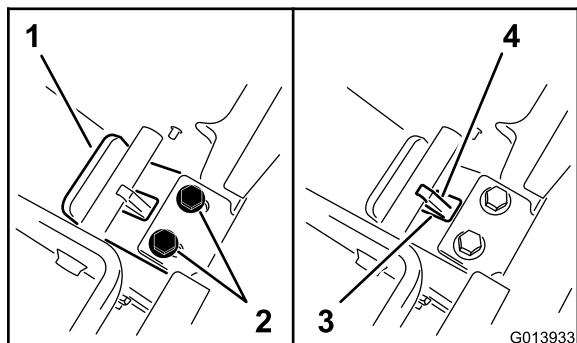

Figure 21
5. Tout en maintenant la pression sur la plaque d'appui, faites glisser la languette vers vous jusqu'à ce que son rebord entre en contact avec la barre transversale (Figure 21).